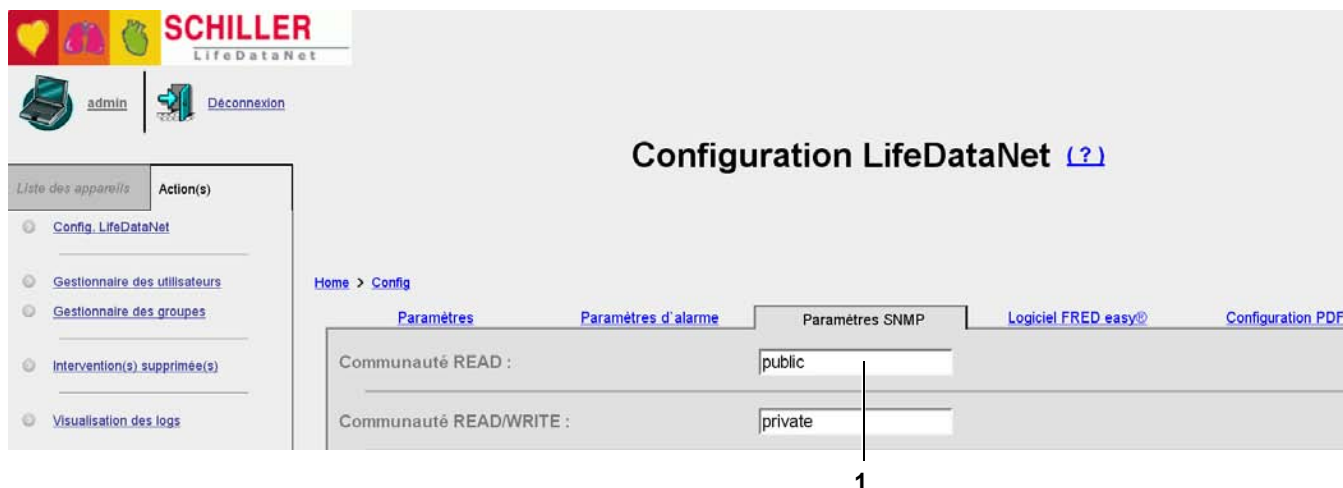

Fig. 5.9 Paramètres SNMP de LifeDataNet®
- (1) Onglet «Online» de **FREDCO®**.
- (2) Mot de passe de la «RO community»
- (3) Confirmation de la configuration de l'onglet «Online».
- Indiquez le mot de passe de la «RO Community» (2). Le mot de passe peut être choisi librement mais doit être le même que celui renseigné dans l'onglet «Paramètres SNMP» de la page **LifeDataNet®** Configuration (voir Fig. 5.9 page 47).
- Puis cliquez sur le bouton «Update» (3) pour confirmer les modifications.